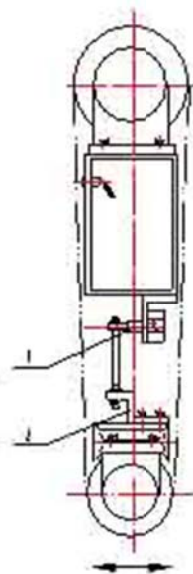

Fig. 4
- c. Para ajustar la velocidad del balanceo de la correa de lijado, sólo ajuste la tuerca del cilindro de balanceo (1 en fig. 4) o el asiento del balancín (2 en fig. 4) de manera que el balancín de la correa de lijado se ajuste a los requerimientos específicos.